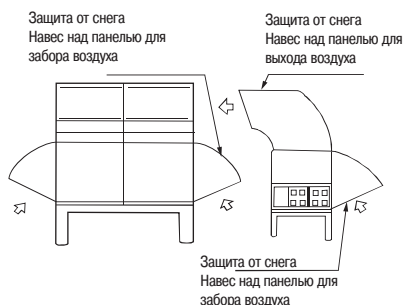

Рис. 4-7
- Если в местности, в которой установлен блок, выпадает снег, необходимо установить защиту от снега. (см. рисунок 4-7) (недостаточная защита от снега может привести к неполадкам). Для предотвращения влияния снега, установите приподнятый бокс, а также снегозащитные навесы над панелями для забора и выхода воздуха.